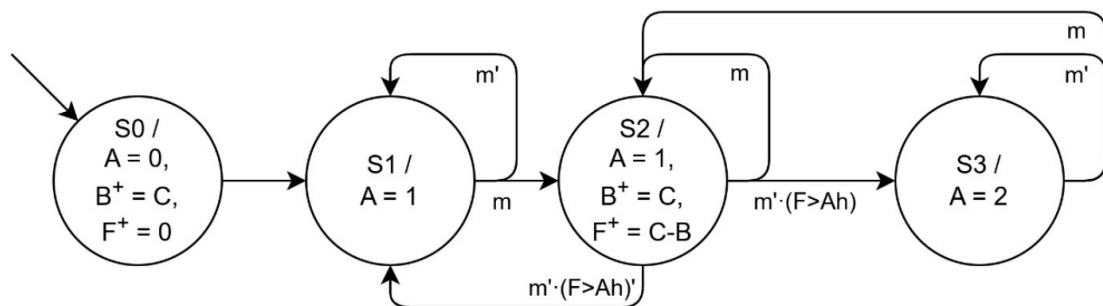

Fig. 1. EFSM de un controlador simplificado de un detector de flujo de personas.
- a) [15%] A partir del grafo del EFSM de la Fig. 1, completad en el cronograma siguiente la evolución del estado (E) y de las señales A , B y F en cada ciclo de reloj.
- b) [15 %] Obtened las tablas de transiciones y de salidas de la EFSM de la Fig. 1, así como las codificaciones binarias de estados y salidas correspondientes. Para simplificar la notación, ($F > 0Ah$) se denominará $F10$.